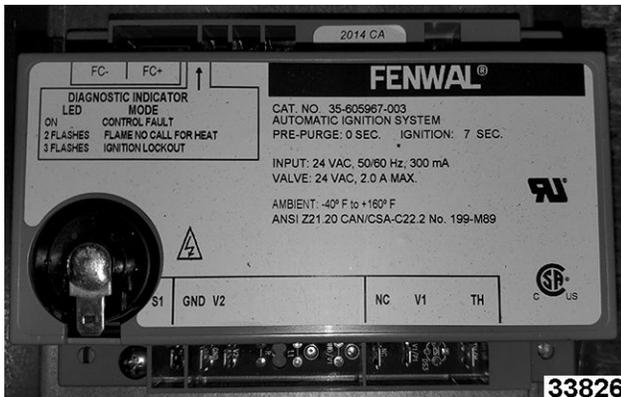

Fig. 53
**2ND GENERATION IGNITION MODULE SHOWN IN Fig. 53**